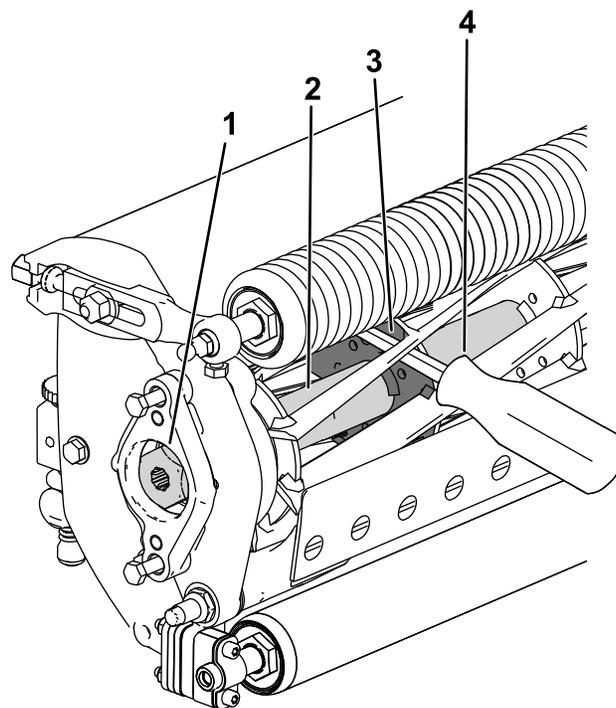

Figura 36
2. Inserite un piede di porco con manico lungo ($\frac{3}{8}$ " x 12") raccomandato, con manico a cacciavite) attraverso la parte inferiore del cilindro di taglio, più vicino al lato dell'apparato di taglio da serrare (Figura 36).
3. Posizionate il piede di porco contro il lato di saldatura della piastra di supporto del cilindro (Figura 36).